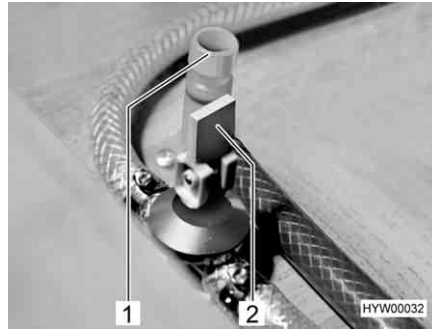

Bild 133 Ablasshähne für Truma Boiler
- Alle Ablasshähne für den Boiler schließen. Dazu den Kipphebel (Bild 133,2) waagrecht stellen bzw. die Kappe (Bild 133,1) im Uhrzeigersinn drehen.
- Alle Ablasshähne für den Boiler öffnen. Dazu den Kipphebel (Bild 133,2) senkrecht stellen bzw. die Kappe (Bild 133,1) entgegen dem Uhrzeigersinn drehen.